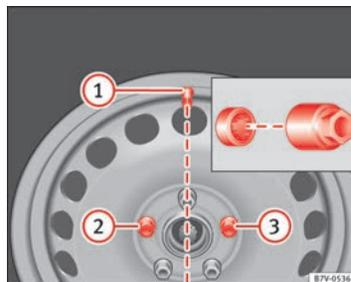

Fig. 184 Cambio de rueda: Válvula del neumático ① y ubicación del tornillo antirrobo de la rueda ② o ③.
Antes de colocar el tapacubos integral, el tornillo antirrobo de la rueda debe estar enroscado en la posición ⇒ fig. 184 ② ③. De lo contrario no podrá montar el tapacubos integral.
Presione el tapacubos integral contra la llanta de modo que el hueco de la válvula coincida con la válvula del neumático ⇒ fig. 184 ①. Asegúrese de que el tapacubos quede correctamente encajado en todo su perímetro. ■
En ruedas con embellecedor integral, el tornillo antirrobo de la rueda debe estar enroscado en la posición ⇒ fig. 184 ② ó ③. De lo contrario no podrá montar el tapacubos integral. ▶
- Enrosque el tornillo antirrobo de la rueda con el adaptador en la posición ⇒ fig. 184 ② ó ③ en el sentido de las agujas del reloj, y apriételo ligeramente.